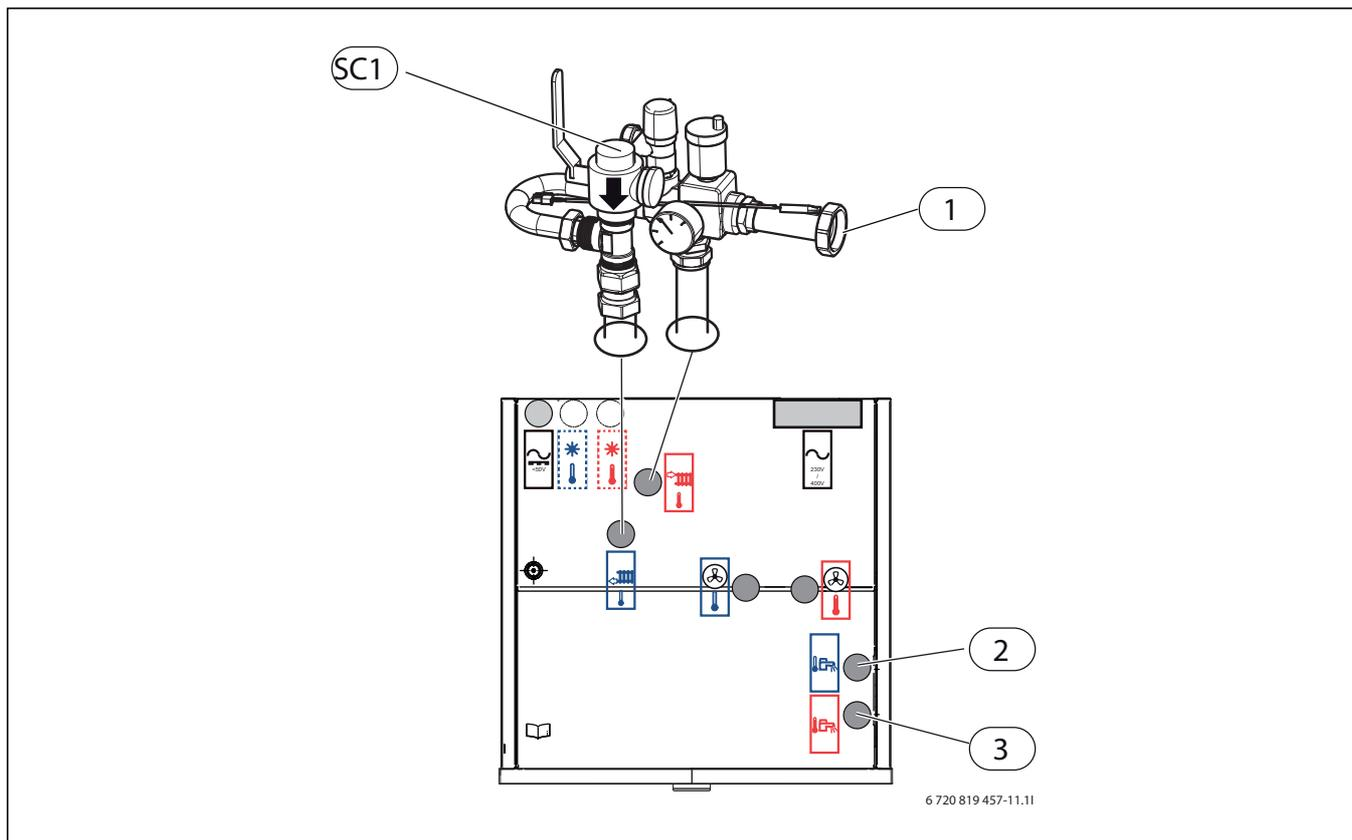

Рис. 15 Подключение внутреннего блока к системе отопления и ГВС
- ▶ Подсоедините циркуляционный насос отопительной системы к [1], рис. 15.
- ▶ Подсоедините обратную линию отопления к фильтру [SC1], рис. 15.
- ▶ Подключите холодную воду к [2], рис. 15.
- ▶ Подключите горячую воду к [3], рис. 15.